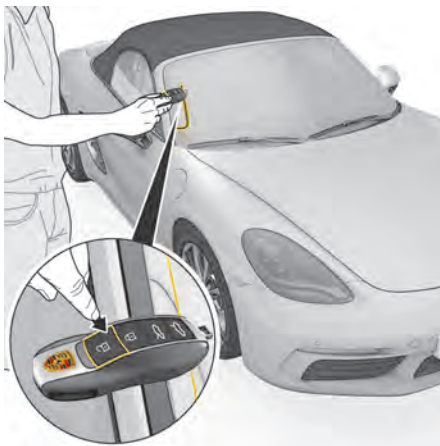

図 108: リモコンが故障した場合の緊急解除
- ▶ 助手席側のフロントウィンドウの外端部にキーを置き、同時に  ボタンを押してください(図.108)。